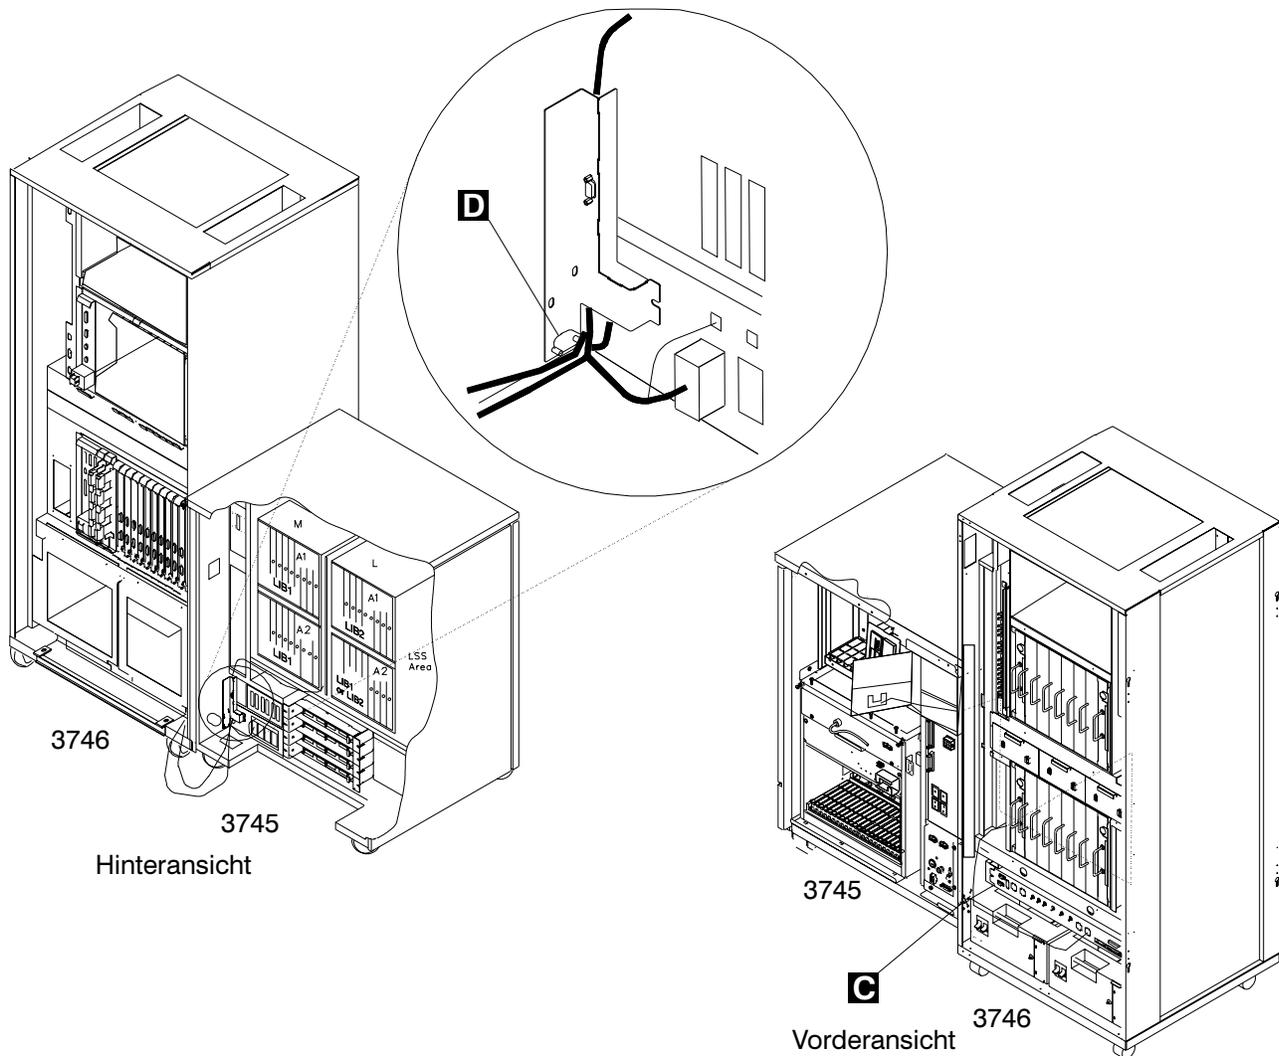

Figure 0-11. Führung des Stromversorgungskabels bei der 3745/3746-900
- Die 3746-900 wird über das Stromversorgungskabel an der 3745 geerdet (siehe Figure 0-11 on page xxxiii).